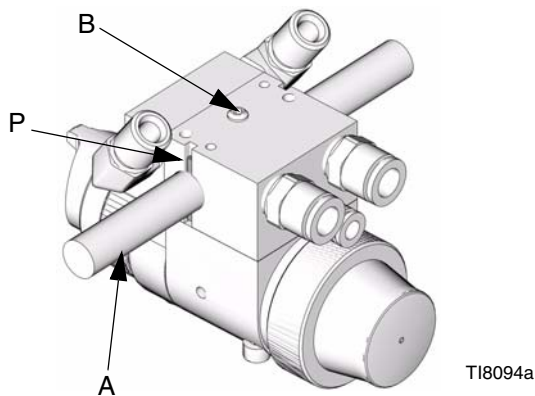

FIG. 5: Soporte con brazo alternativo
1. Introduzca la barra de montaje (A) a través del orificio del colector tal como se indica en FIG. 5.